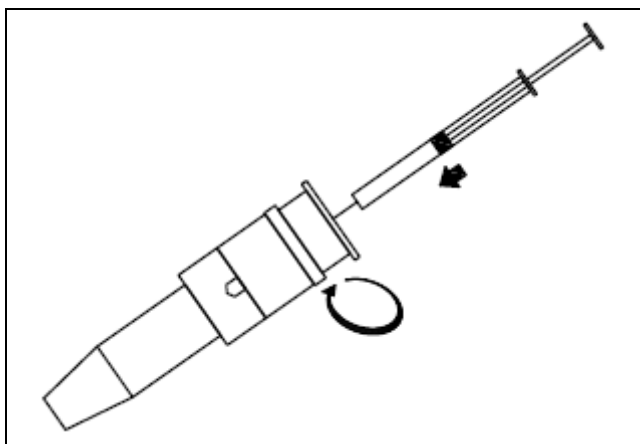

Fig.3
2. Colocar la jeringa ya cargada y girar nuevamente en sentido contrario como se ve en la Fig. 3.